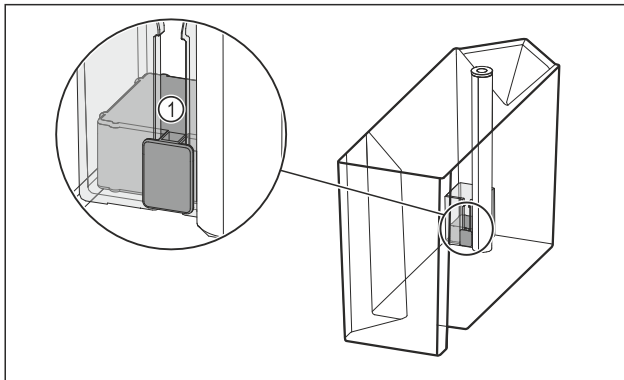

Fig. 98
- ▶ Kontroller om flottøren Fig. 98 (1) sitter fast. Kontroller om flottøren er i klem: